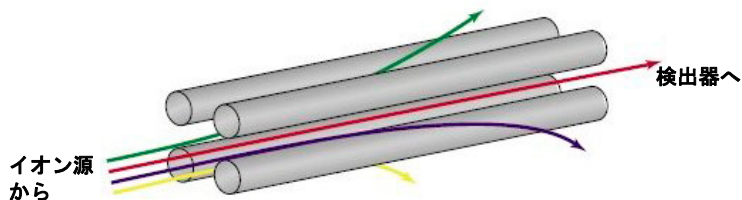

図 4 四重極マスアナライザ
四重極マスアナライザ (図 4) は、特定の直流 (DC) と高周波 (RF) 電圧がかかる、4 本の平行したロッドから構成されます。化合物イオンはロッドの中心に向かいます。ロッドにかけられた電圧により、電磁場が作成されます。この電磁場によって、どの質量電荷比イオンが所定の時間でフィルターを通過できるかが決定されます。通過するイオンは、検出器で焦点が合わせられます。